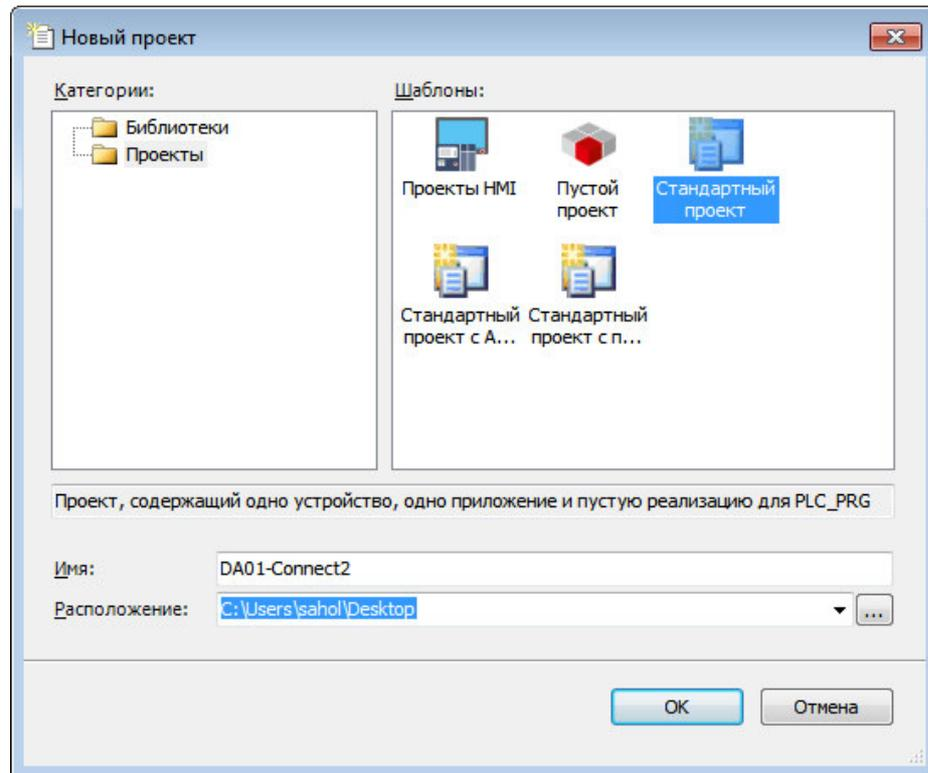

Рисунок 5.2 – Создание шаблона стандартного проекта
2. В окне «**Новый проект**» (рисунок 5.2) в списке **Шаблоны:** выбрать шаблон *Стандартный проект*.